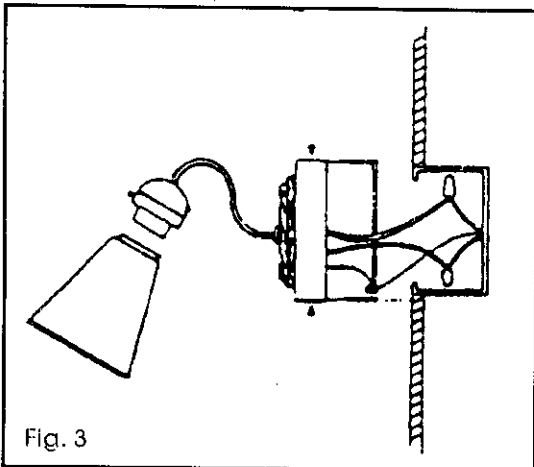

Fig. 3
3. Fasten the mounting bracket to the outlet box using the two screws supplied with the outlet box if your fixture is supplied with a channel shape mounting bracket with keyhole slots for attachment to the mounting surface (see Fig. 3). It will be necessary to mark the location of the keyhole slots on the mounting surface and drill holes for fasteners (not provided). Use fasteners suitable for the mounting surface. The narrow end of the keyhole slot should face up.
3. Asegure los soportes de montaje a la caja fija en la pared usando los dos tornillos que tiene la caja. Si su lampara tiene el soporte de montaje en forma de canal con ranura para la fijacion de la superficie de montaje (ver fig. 3) seran necesario marcar la ubicacion de las ranuras en la superficie de montaje y taladrar orificios para los sujetadores (no vienen incluidos). Use los sujetadores adecuados para la superficie de montaje. La parte angosta de la ranura debe estar hacia arriba.